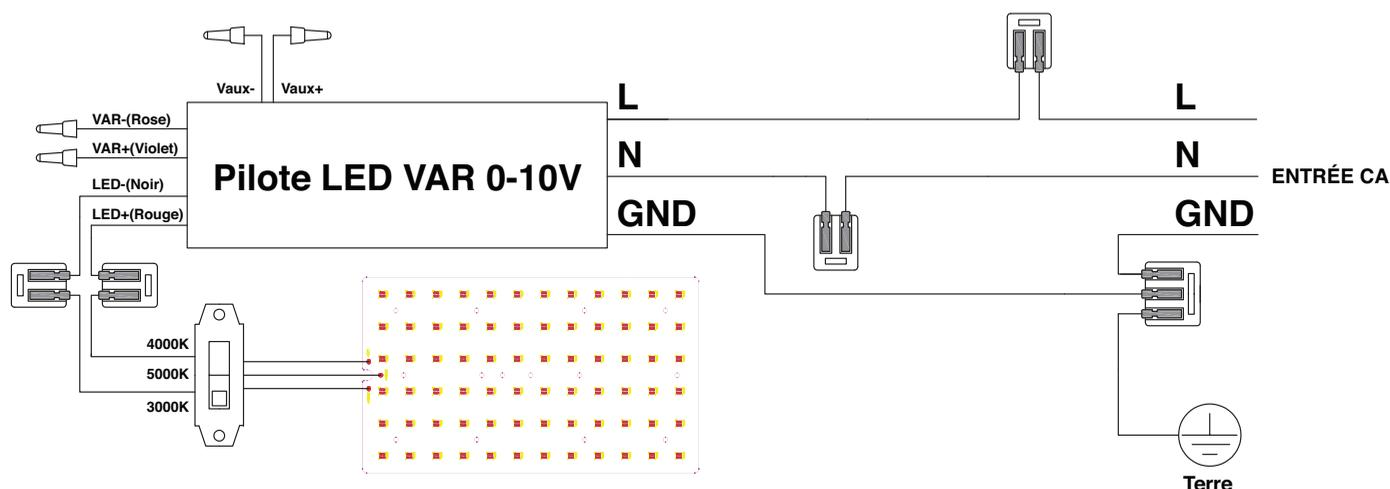
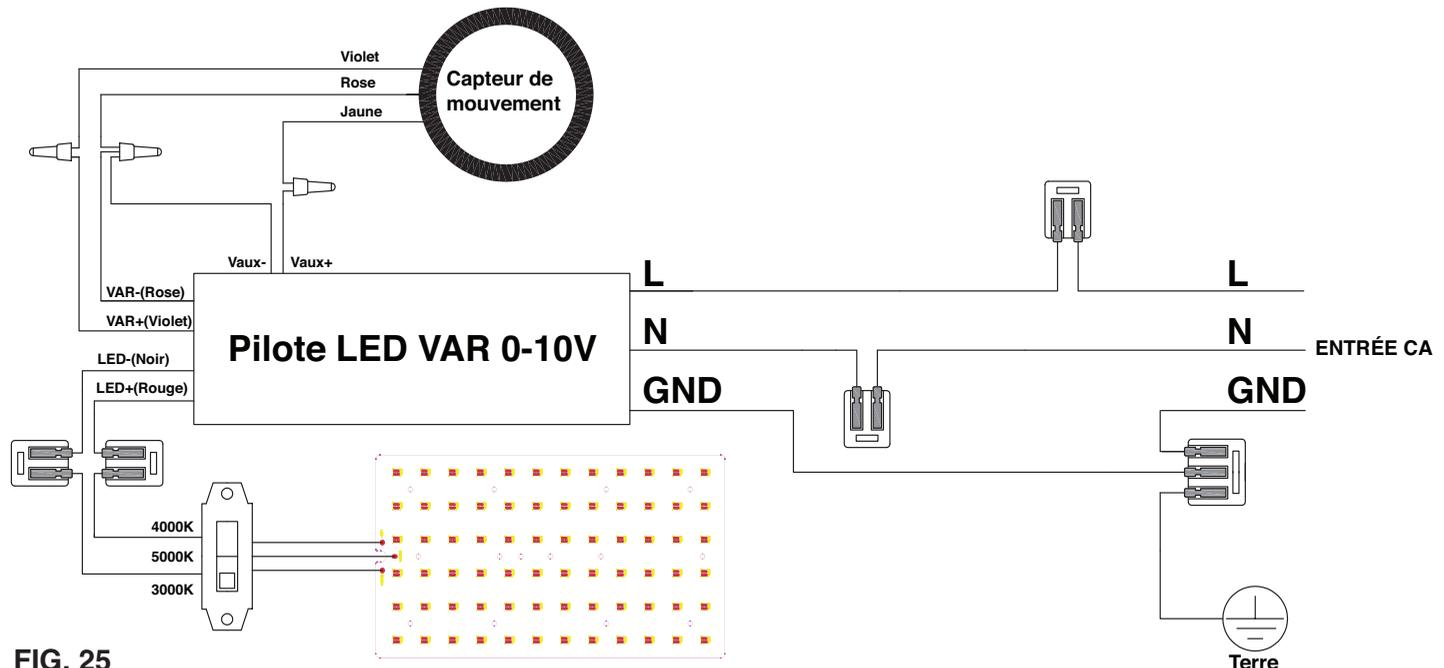

FIG. 23
FIG. 25
3. Les FIG. 23 à 26 montrent le câblage interne de quatre configurations différentes dans le compartiment du pilote (Au cas où il faut enlever ou remplacer un composant dans le compartiment du pilote, veuillez consulter les figures de câblage ci-dessous (FIG. 25 à 28) et par rapport à la situation courante, reprenez l'utilisation du luminaire en connectant les fils).
1. La FIG. 23 montre le câblage où un seul pilote LED est utilisé dans le compartiment du pilote, sans options.
3. La FIG. 25 montre le câblage lors de l'utilisation d'un capteur de mouvement.